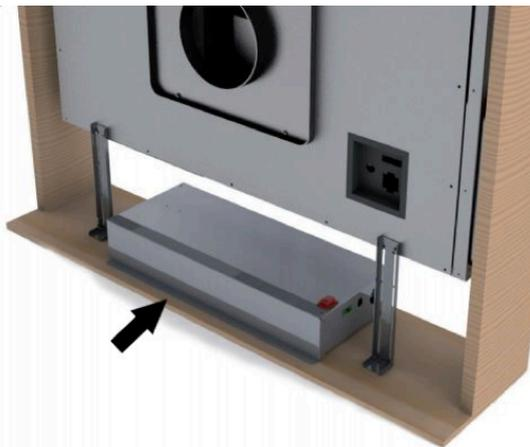

Fig. 23
10. Coloque a caixa metálica com os componentes eletrônicos em local de fácil acesso para eventuais operações de assistência técnica. (Fig.23),